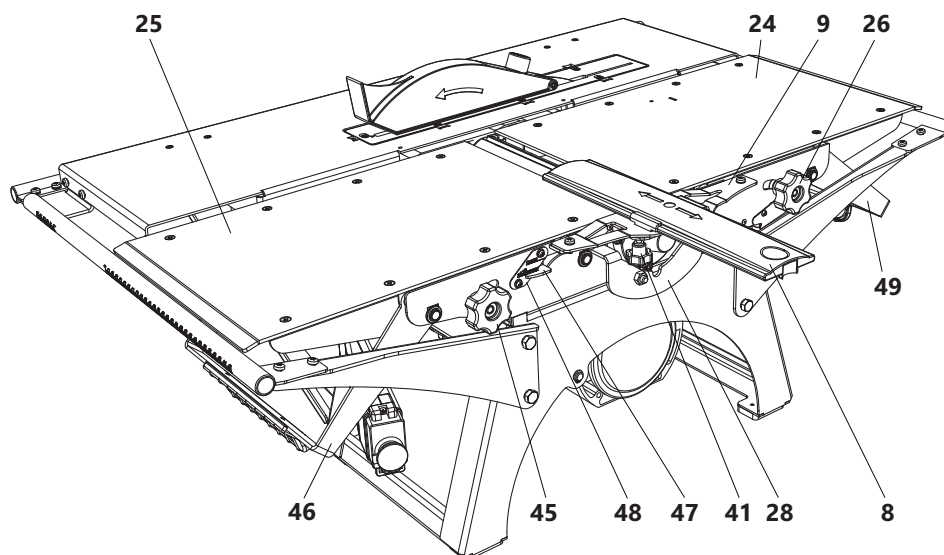

Рис. 12
Для установки строгальных столов необходимо (рис. 12):
Для установки глубины строгания необходимо (рис. 12):
- перемещением вверх/вниз ручки-рычага 46, находящейся под загрузочным столом, переместить стол на необходимую глубину строгания ($0 \div 3$ мм), совместив визир 47 на загрузочном столе с необходимым значением штриха на шкале 48 (рис. 12а);
Рис. 12а